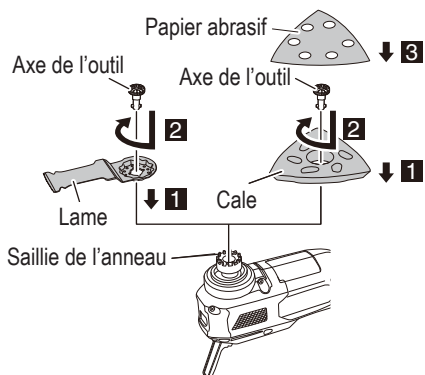

Fig. 10
- (3) Fixer l'outil d'application sur le porte-accessoire, en s'assurant que l'orifice de l'outil s'encastre dans la saillie de l'anneau. L'angle de fixation pour l'outil d'application peut être réglé par incréments de 30°. (Fig. 10)
- (4) Insérez fermement l'axe de l'outil tout en le tournant dans le sens horaire. (Fig. 10)
- (6) Aligner les orifices lorsqu'on colle le papier abrasif sur le patin de ponçage. (Fig. 10)